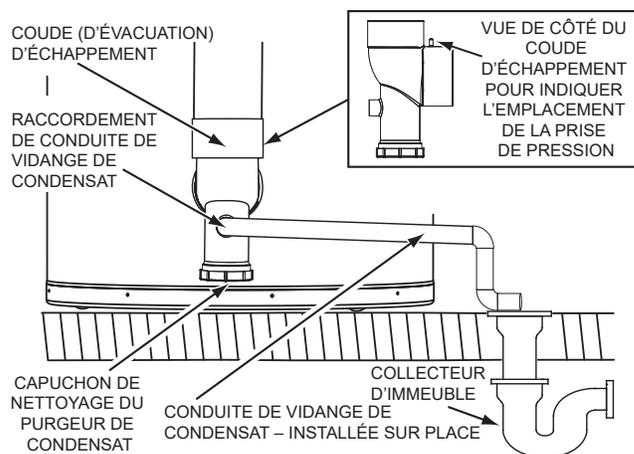

Figure 11. Coude d'échappement/condensat
Le condensat s'écoule du chauffe-eau au niveau du coude d'échappement situé à la base. La conduite de vidange de condensat posée lors de l'installation ne doit pas s'élever au-dessus du raccordement de vidange du condensat sur le purgeur de condensat. Voir *Figure 11*. Si le condensat n'est pas complètement vidangé, il s'accumule dans le coude d'évacuation des gaz de combustion (échappement). Cela a pour effet de restreindre le passage des gaz de combustion, ce qui déclenche l'ouverture du manocontact d'échappement. Le système de commande surveille tous les manocontacts. Si le manocontact d'échappement s'ouvre, le système de commande se verrouille et désactive l'opération de chauffage. Le message d'erreur « Blocked Exhaust » (échappement obstrué) s'affiche sur l'écran LCD du système de commande. Voir *Messages de défaillance et d'alerte* (page 87).
Le coude d'échappement comporte un purgeur de condensat intégré. Ne pas installer de purgeur supplémentaire dans la tuyauterie de vidange de condensat. Voir *Figure 11*.
**Ne pas** retirer le coude d'échappement/condensat installé à l'usine pour quelque raison que ce soit (voir *Figure 11*). Le conduit d'évacuation du chauffe-eau est sous une légère surpression durant la marche de l'appareil. Le siphon d'eau à l'intérieur du coude d'échappement/condensat empêche les gaz de combustion de s'échapper dans le local de l'installation. Le coude d'échappement comporte un purgeur de condensat intégré. Ne pas installer de purgeur supplémentaire dans la tuyauterie de vidange de condensat. Voir *Figure 11* et *Installation de la vidange de condensat* (page 48).